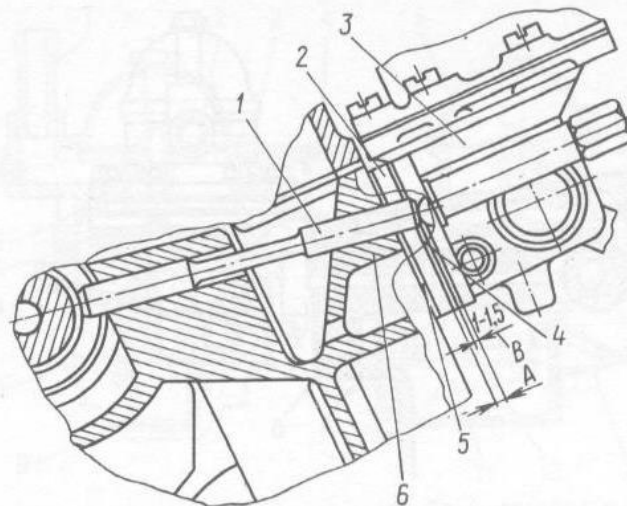

Bild 2-112. Kontroll- und Nachstellplan für Überhang des Pumpenantriebsstößels des Motors 331.10:
Zur Sicherung normalen Funktionierens der Kraftstoffpumpe hat man vor ihrem Einbau an Motor das Heraustreten der Antriebsstange 1 (Bild 2-112) der Pumpe über die Fläche der Stellbeilage um das Maß B gleich 1-1,5 mm einzuregulieren.
- Maß A (siehe Bild 2-112) mit einer Spezialvorrichtung messen.